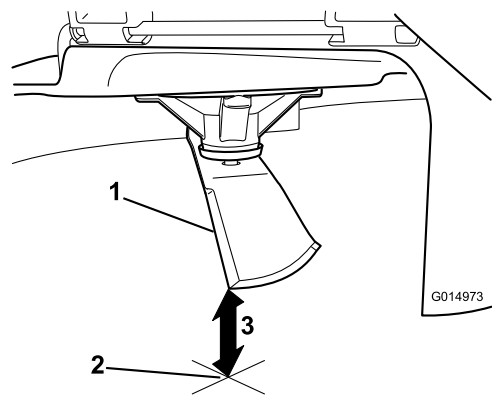

Bild 59
3. Messen Sie von der Messerspitze bis zu ebenen Fläche (**Bild 59**).